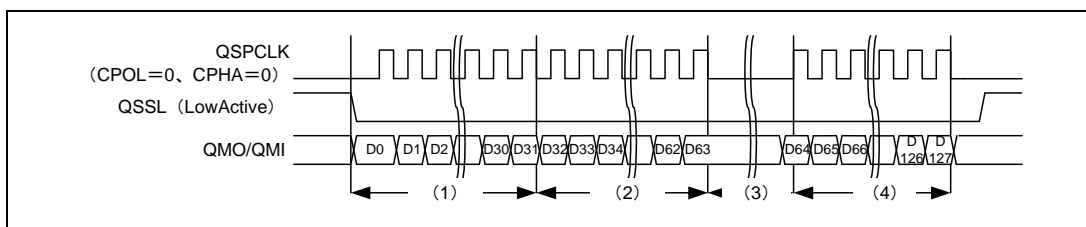

図 18.12 転送データ長を 128 ビットに設定したバースト転送の例 (Single-SPI モード)
一つはコマンドレジスタ 0~3 (SPCMD0~3) の転送データ長設定ビット (SPB[3:0]) と転送データ長倍数設定レジスタ 0~3 (SPBMUL0~3) を用いる方法です。SPB[3:0] ビットを 8、16、32 ビットに設定し、SPBMUL0~3 を 1~4,294,967,296 に設定することにより、SPB[3:0] ビットで設定した長さの転送を 1 転送として SPBMUL0~3 に設定した回数だけ連続的に繰り返す転送を実行します。ただし、転送中に送信バッファ (SPTXB) に送信データが無くなった場合、または受信バッファ (SPRXB) に SPB[3:0] ビットに設定したデータ長の空きが無くなった場合はクロックを停止して、転送の再開を待ちます。SPB[3:0] ビットを 32 ビット設定、SPBMUL を 4 に設定し、トータルの転送データ長を 128 ビットとした場合のバースト転送の例を図 18.12 に示します。図中 (1) ~ (4) の内容を以下に説明します。